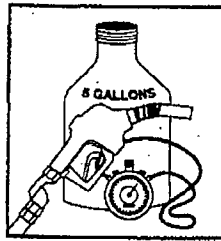

FIGURE 6/FIGURA 6
(Figure 6) 5 gallon vented test can
- recipiente ventado de 5 galones para gasolina. (Figure 6)